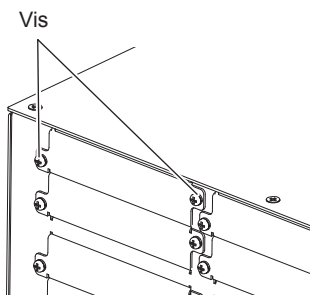

Fig. 1
1) Retirez le couvercle de fente. (Fig. 1)